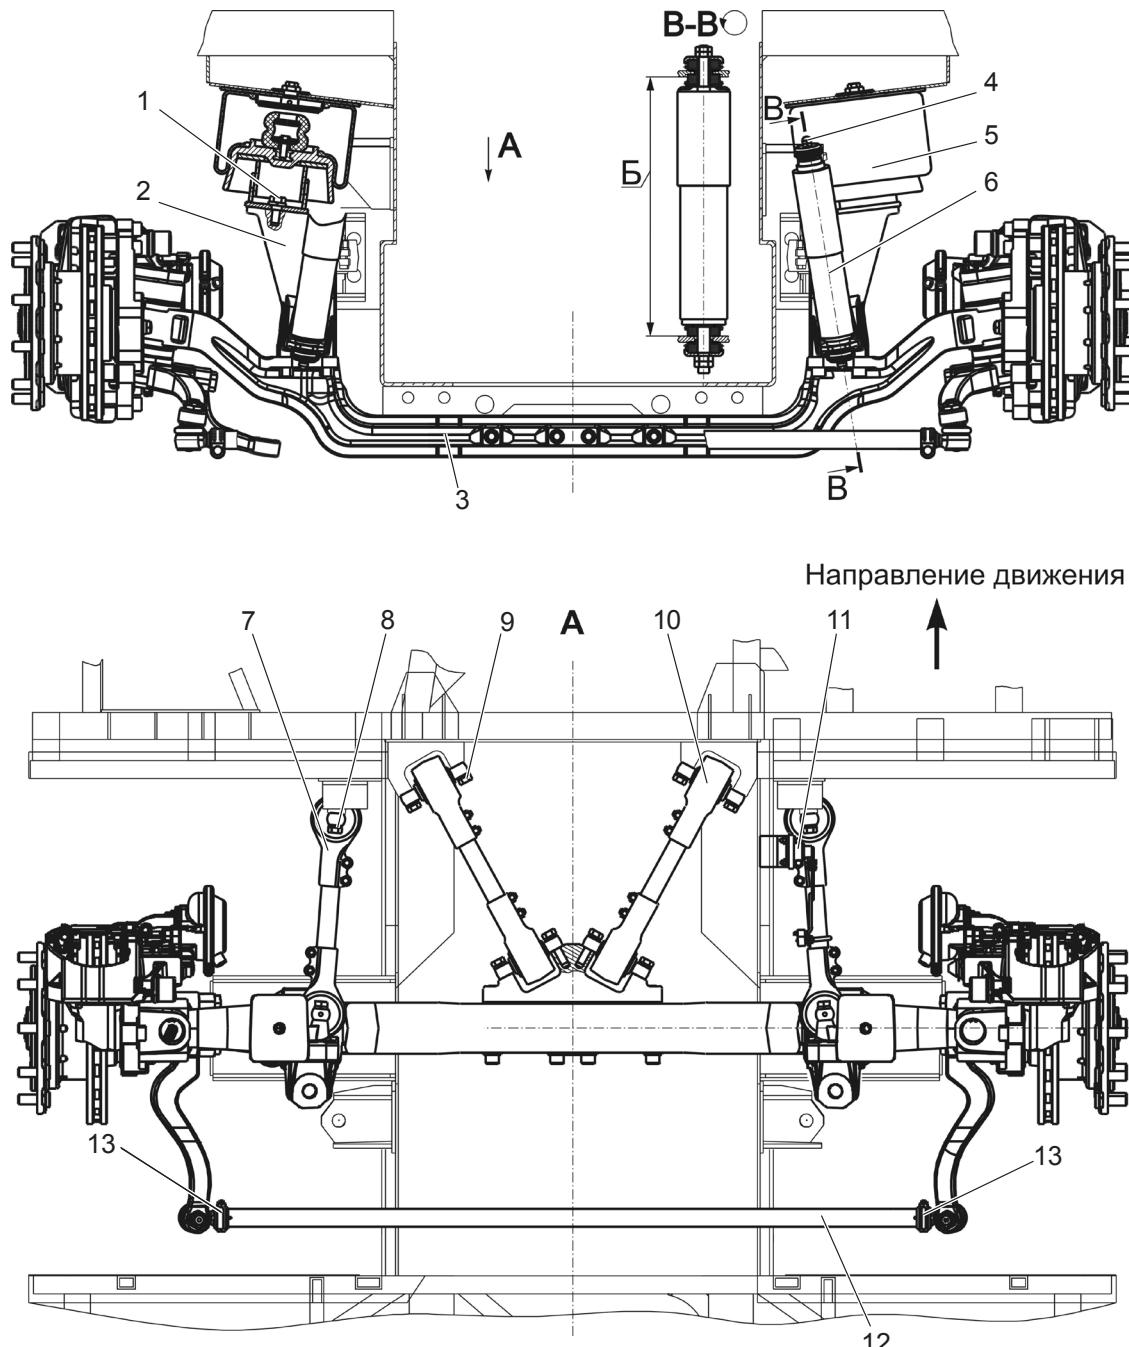

Рисунок 4.6.4 – Передняя подвеска
Подвеска передней оси состоит из опор 2 (рис. 4.6.4), системы реактивных штанг, двух
- момент затяжки болтов 8, 9 (рис. 4.6.4) крепления головок реактивных штанг к каркасу автобуса и к балке передней оси - 360...440 Н·м;
Регулировка схождения колес осуществляется изменением длины тяги 12 (рис. 4.6.4) путем ее вращения при ослабленных гайках хомутов 13. После регулировки затянуть гайки хомутов 13 моментом 70...80 Н·м.